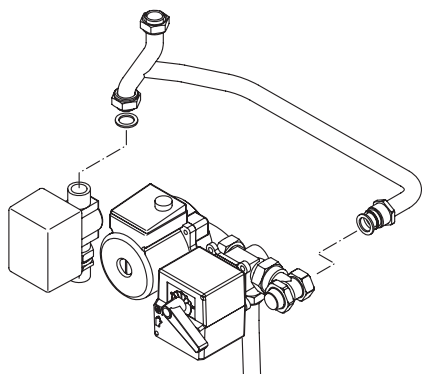

fig. 5-2
- Nella dotazione del modulo e' compreso il tubo di mandata e va montato come indicato in fig. 5-2.